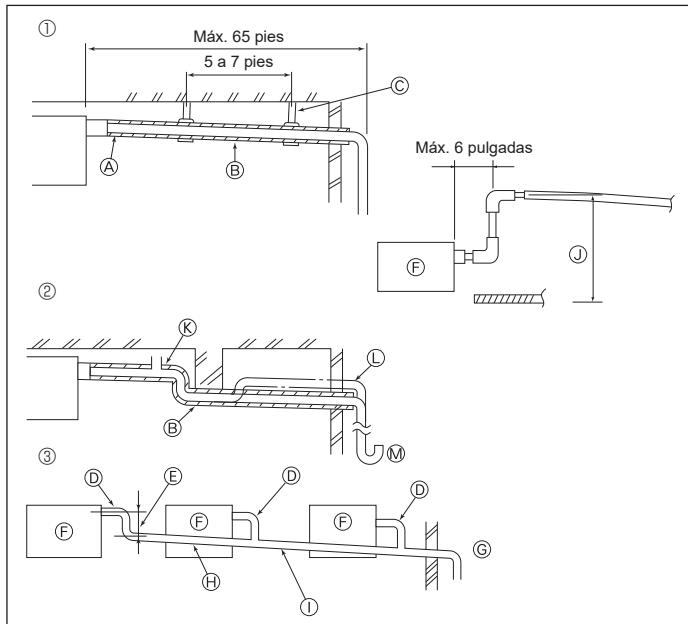

Fig. 3-4
3.4. Tubería de drenaje (Fig. 3-4)
- ① Tubería correcta**